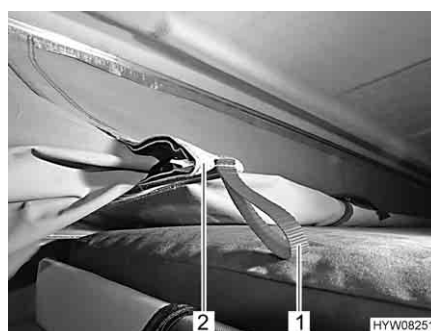

Fig. 46 Dispositivo di inserzione
- Tirare lentamente verso il basso il tetto a soffietto (Fig. 44,1) tenendolo per le maniglie (Fig. 44,2) o le cinghie ausiliarie (Fig. 44,3) fino a che il tetto sollevabile rimane autonomamente in questa posizione. Prestare attenzione a che i dispositivi di inserzione laterali (Fig. 46,2) si pieghino verso l'interno.
- Tirare il tessuto della tenda per i passanti (Fig. 46,1) del dispositivo di inserzione (Fig. 46,2) verso l'interno.